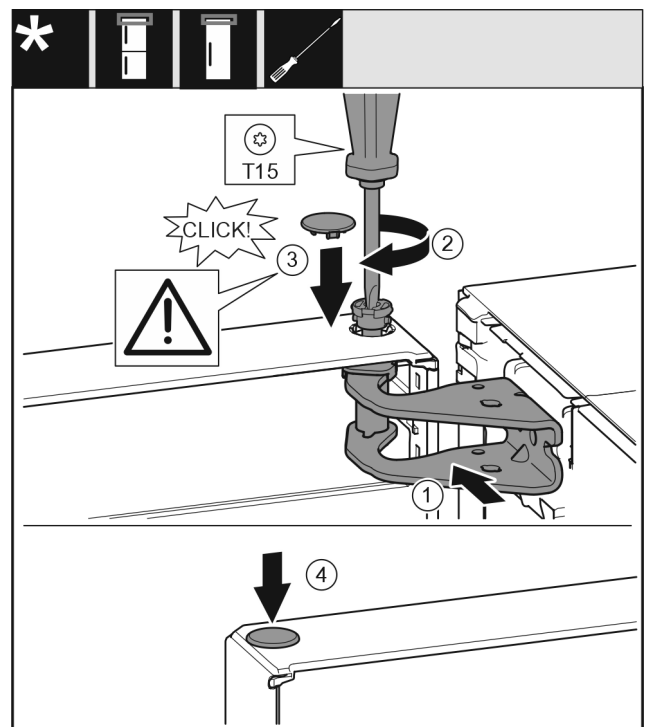

Fig. 19
- Niveloni derën lart në bazamentin mbështetës për hapjen e saj. Fig. 19 (1)
- Futni bulonat dhe mbërthejini me një kaçavidë T15. Fig. 19 (2)
- ▶ Montoni kapakun mbulues të siguresës për sigurimin e derës: Futni kapakun mbulues të siguresës dhe kontrolloni nëse ai puthitet mbi derë. Nëse jo, futeni bulonin plotësisht. Fig. 19 (3)
- ▶ Vendosni tapat në vend. Fig. 19 (4)